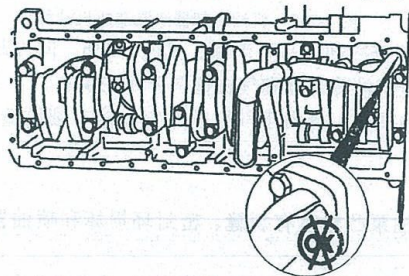

图 1-330 检查机油吸油管的技术状况
(7) 机油吸油管故障 吸油管松动、破裂或密封垫破损，会造成机油泵泵油损失。在发动机刚启动时会造成机油压力低或无油压，但随后机油压力可以恢复到正常状况。检查机油吸油管的技术状况，见图 1-330。